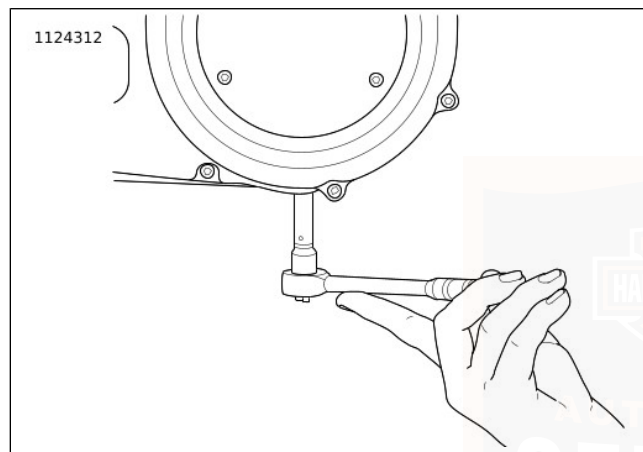

Abbildung 94. Ausbau/Einbau der Kettengehäuse-Ablassschraube
3. Siehe Abbildung 94. Das Primärkettengehäuse entleeren.